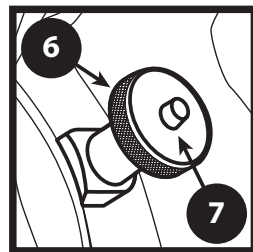

FIGURE 5
9. S'assurer que la tension de la bande abrasive est appropriée. Pour ce faire, lever la poignée de mise en tension (Figure 5). Vous entendrez un son mécanique alors que la clé de mise en tension se déplace. De façon générale, la tension de la bande est appropriée lorsque vous entendez de trois à huit sons. Pour diminuer ou relâcher la tension de la bande, soulever légèrement la poignée de mise en tension puis appuyer sur le bouton au centre de la poignée de mise en tension. Abaisser légèrement la poignée de mise en tension pour réduire la tension de la bande ou complètement en bas pour relâcher la tension de la bande.